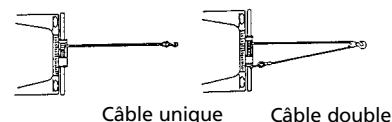

Figure 1
1. Le X9 a une capacité nominale de 9000 livres (4082 kg) (à câble unique) sur la couche de câble située la plus près du tambour. **NE SURCHARGEZ PAS LE TREUIL. N'ESSAYEZ PAS DES TREUILLAGES PROLONGÉS AVEC DES CHARGES LOURDES.** Ne maintenez pas l'alimentation au treuil si le moteur cale. Les surcharges peuvent endommager le treuil et/ou le câble et peuvent créer des conditions dangereuses. **POUR LES CHARGES DE PLUS DE 6000 LIVRES (2721 kg), NOUS RECOMMANDONS D'UTILISER LE PALAN FACULTATIF AFIN DE DÉDOUBLER LE CÂBLE** (Fig. 1 et 14). Ceci réduit la charge appliquée au treuil et au câble d'environ 50%. En cas d'attache au même véhicule, fixez le treuil au cadre ou à un autre